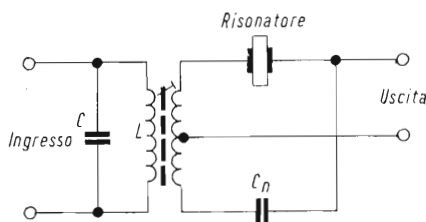

Fig. 7 - Schema di principio di un filtro di secondo ordine impiegante un risonatore ceramico.
Il filtro che illustreremo (fig. 7) è formato da un risonatore ceramico e da un circuito accordato (LC). Secondo questa disposizione, il risonatore ceramico si comporta come un elemento selettivo inserito tra il circuito accordato LC ed il carico. Viene aggiunto in più un condensatore di bilanciamento  $C_n$  che serve ad ottenere una soddisfacente reiezione delle frequenze fuori-banda. Questo condensatore serve ad eliminare la risonanza-parallelo del risonatore (antirisonanza) e permette di avere un'impedenza di trasferimento del filtro ( $Z_T$ ) che decresce lentamente al di fuori della banda passante; i punti zero si troveranno quindi alla frequenza zero e all'infinito.